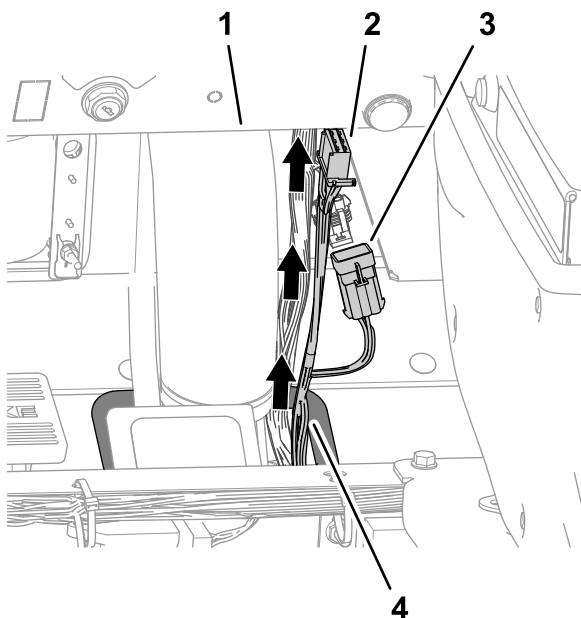

Figura 19
2. Continúe enrutando la rama del arnés de cables del kit hacia arriba y por debajo del salpicadero de la máquina (Figura 19).